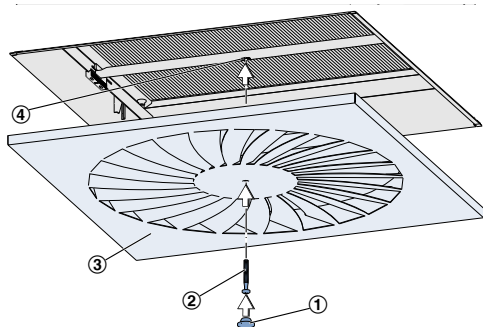

Abb. 7: Frontdurchlass montieren
2. ▶ Frontdurchlass (Abb. 7/3) am Filtergehäuse aufsetzen und mit der Mittelschraube (Abb. 7/2) anbringen. Die Mittelschraube kann dabei einfach in die Aufnahme (Abb. 7/4) eingesteckt werden.
3. ▶ Auf die Mittelschraube die Zierkappe (Abb. 7/1) aufstecken.